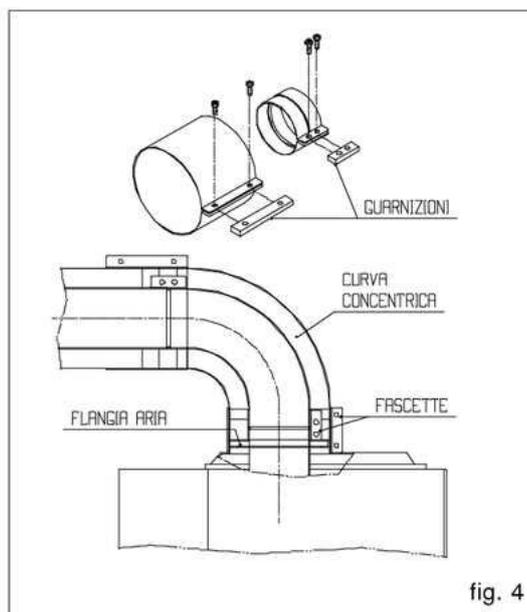

fig. 4
**ATTENZIONE:** Per l'installazione con tubi di lunghezza maggiore di 1 metro, eliminare la flangia in lamiera, alloggiata nel bocchello di aspirazione aria della caldaia (fig. 4).